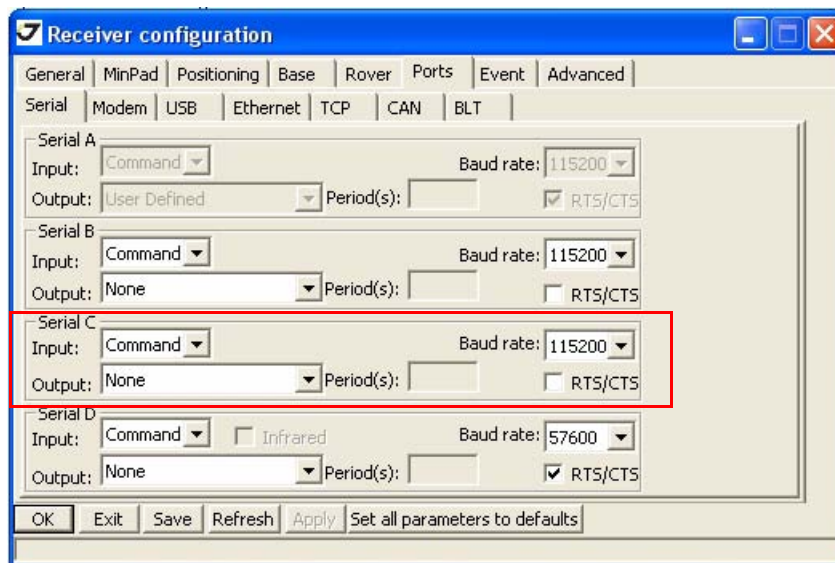

Рисунок 3-7. Настройки базы и ровера для RTK съемки – Ports
10. Для съемки в режиме RTK перейдите в закладку *Ports* произведите настройки следующих параметров (Табл. 2), затем нажмите *Apply* (Рисунок 3-7 на стр. 32).